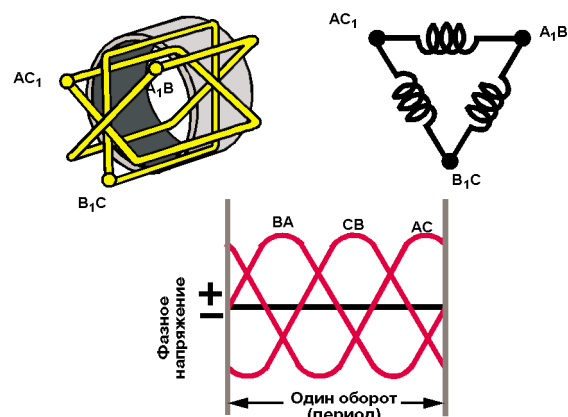
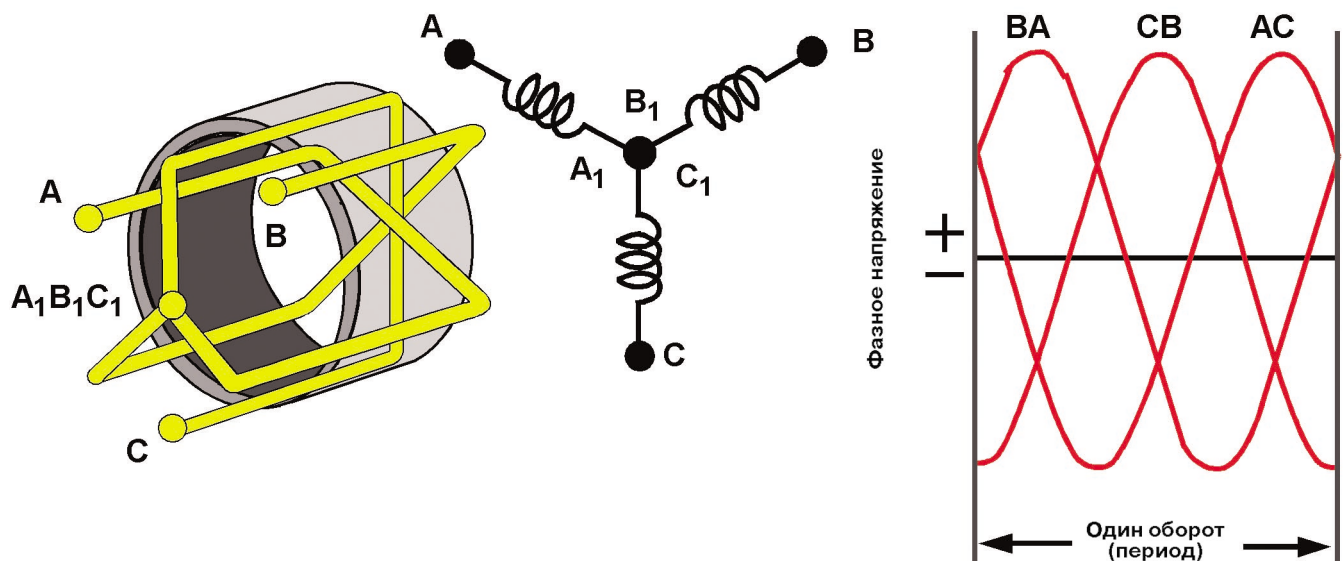

Рис. 131
Рис. 132
Если присоединить концы рамок проводов (A₁), (B₁) и (C₁) соответственно к концам (B), (C) и (A), образуется трехфазный, соединенный треугольником статор (рисунок 131). От статора, соединенного треугольником, можно получить три напряжения переменного тока ((BA), (CB) и (AC)), идентичные трем рассмотренным выше напряжениям.
Если концы (A₁), (B₁) и (C₁) рамок провода соединить вместе в одной точке, образуется трехфазный статор, соединенный звездой (рисунок 132). Каждое из этих напряжений состоит из напряжений в двух рамках провода, которые складываются друг с другом. При соединении статора по схеме звезды получаются три переменных напряжения, отстающие друг от друга (по фазе) на угол 120°.
В обмотках, соединенных треугольником, каждая из отдельных обмоток присоединяется к концу другой обмотки (рисунок 131). При этом образуются параллельные соединения статора, соединенного треугольником, что позволяет получить в общем случае большее значение выходного тока, чем при соединении статора звездой. В статоре, соединенном звездой, обмотки соединены с образованием пар последовательных соединений (рисунок 132). Последовательные соединения в общем случае обеспечивают более высокие напряжения, но меньший выходной ток, чем статоры, соединенные треугольником.